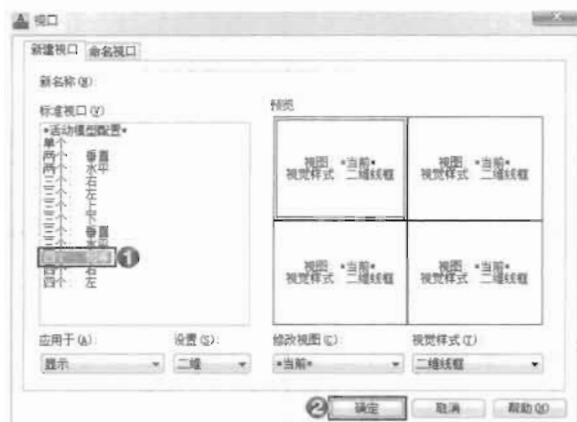

图 12-29
(1) 在命令行中输入 VPORTS 命令并回车,打开“视口”对话框,在“新建视口”选项卡中选择“四个:相等”的视口配置,如图 12-29 所示。